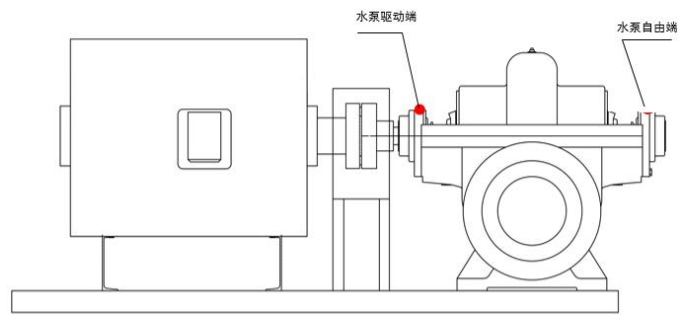

图 1、故障点示意图
- (1) 诊断结果：水泵驱动端密封圈损坏、水泵驱动端轴承润滑不良、水泵驱动端轴承故障
- (2) 报警位置：水泵驱动端轴承监测点处、电机自由端轴承监测点处，如图 1 中红色标识处所示。